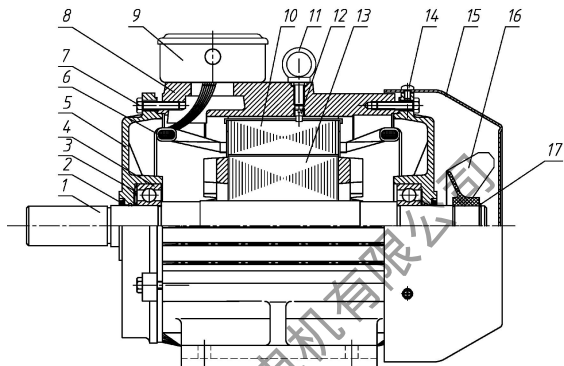
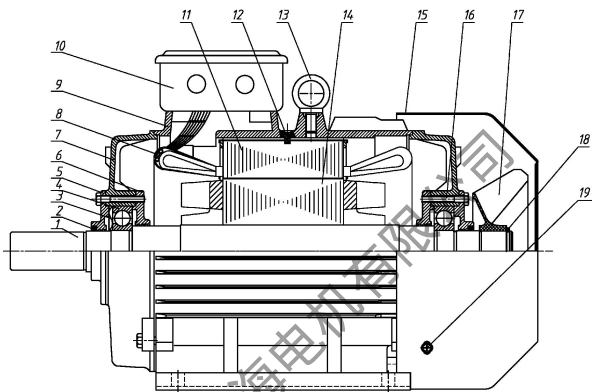

图2 YF3-80-160
图3 YE3-180-355
1、电动机的结构如图 2 和图 3（以 YE3 电机为例），电动机在拆卸之前，应自其安装位置取下其轴伸上的传动装置。如没有必要卸下风扇，还是将转子连同风扇端盖自定子中取出为好。2、电动机装配的步骤相似，但顺序相反。安装轴承时，先用汽油将轴承洗净，然后将轴承加热至